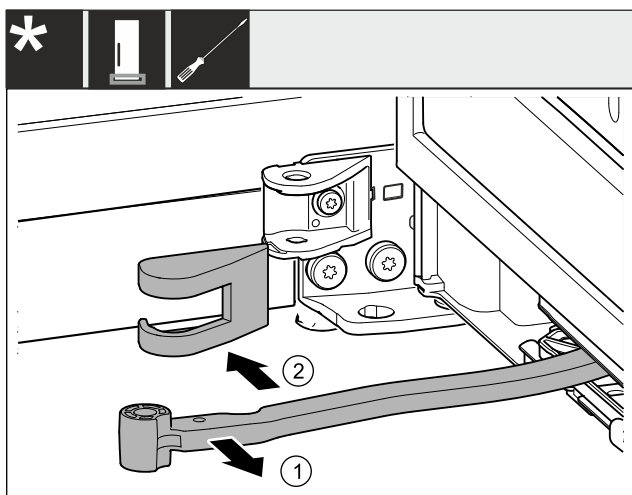

Fig. 6
- ▶ Ruotare il giunto in direzione della porta. Fig. 6 (1)
- ▶ Rimuovere la copertura del blocco di supporto. Fig. 6 (2)